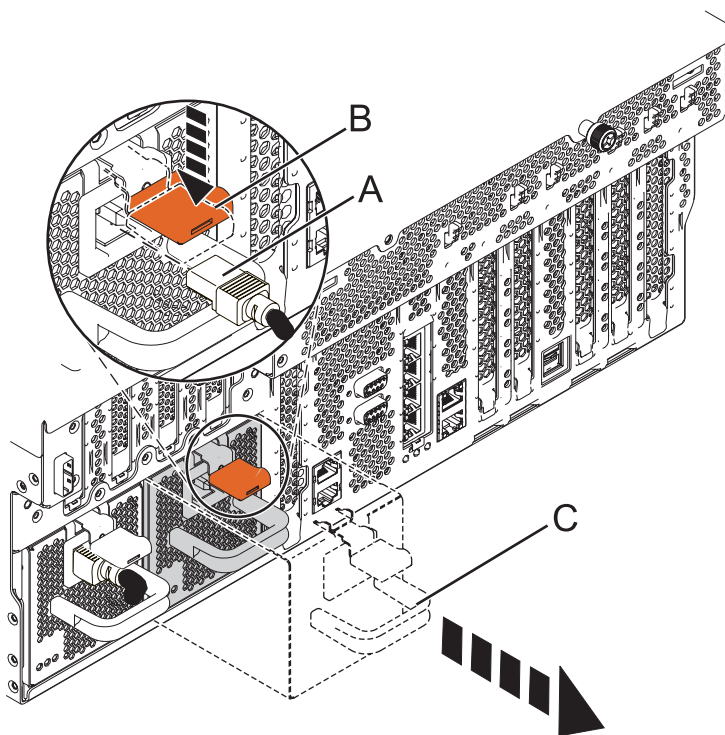

Figure 3. Retrait de l'alimentation électrique d'un modèle monté en armoire
6. Débranchez le câble d'alimentation (A) avant de l'alimentation électrique comme indiqué à la figure 3.